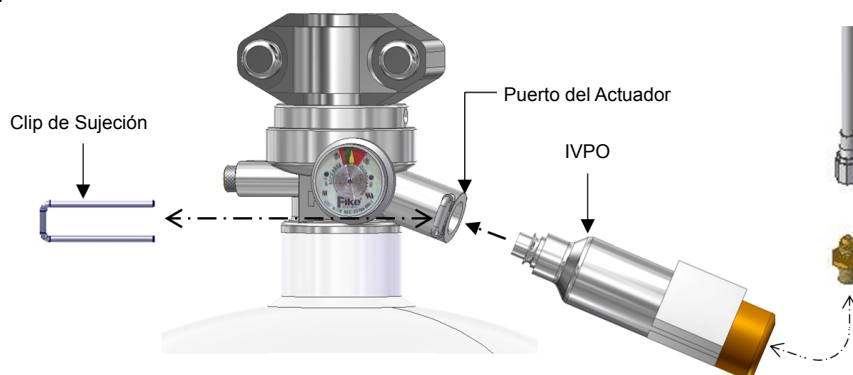

Figura 1
- Remueva el Clip de Retención n/p (02-11986) del puerto de actuación de la Válvula de Impulso. (ver figura 1).
- Inserte el IVPO en el puerto de actuación de la Válvula de Impulso y asegurelo insertando el Clip de Retención, (ver figura 1).